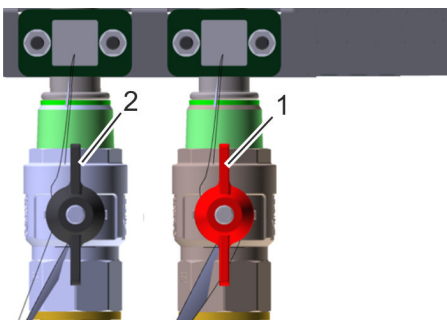

Abb. 35: Kugelhahn Heizungsvorlauf und Heizungsrücklauf öffnen
Kugelhahn Heizungsrücklauf (Abb. 35/1) öffnen.
6. ➤ Kugelhahn Heizungsvorlauf (Abb. 35/2) öffnen.